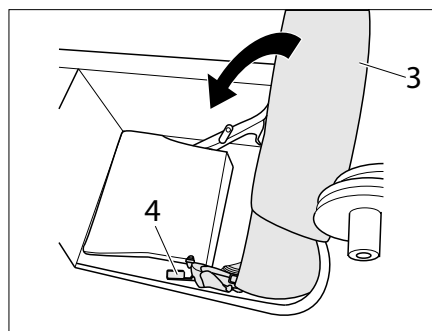

Fig. 223 Posizionare lo schienale nel vano di stivaggio
- Azionare la leva 2 (Fig. 223,4) e spostare lo schienale (Fig. 223,3) nel vano di stivaggio.